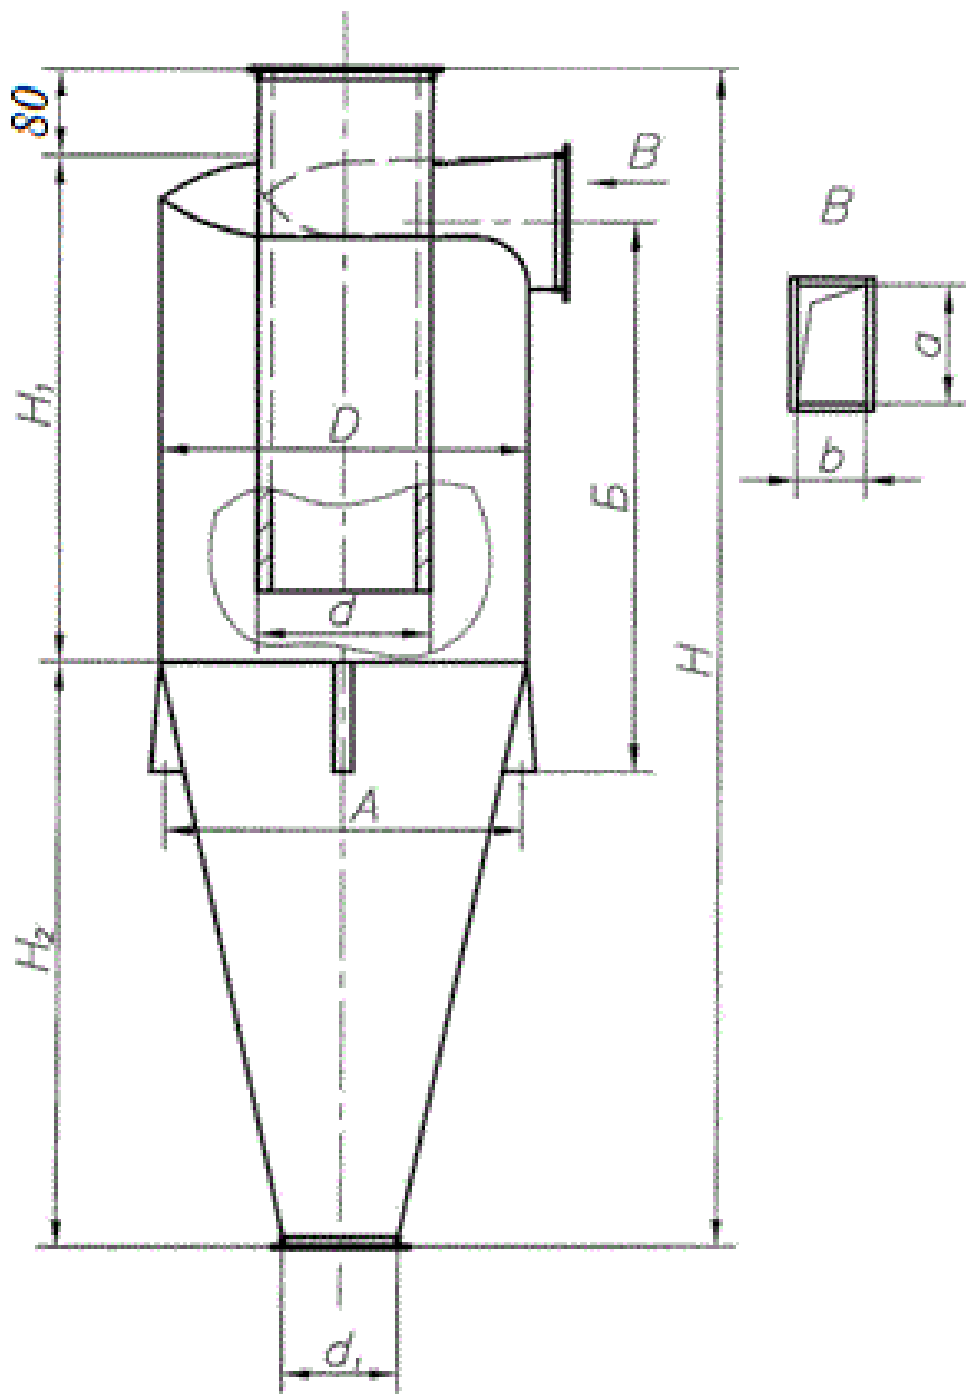

Рис. 1.
3.2. Циклон (див. рис. 1, табл.1) складається з циліндричної частини, вхідного патрубку, конуса і вихлопної труби. Для захисту від атмосферних опадів – над вихлопною трубою встановлено «зонтик». Для очищення конуса передбачено лючок. Циліндр з конусом з'єднуються фланцями. Для установки циклона на раму передбачено монтажні вуха.